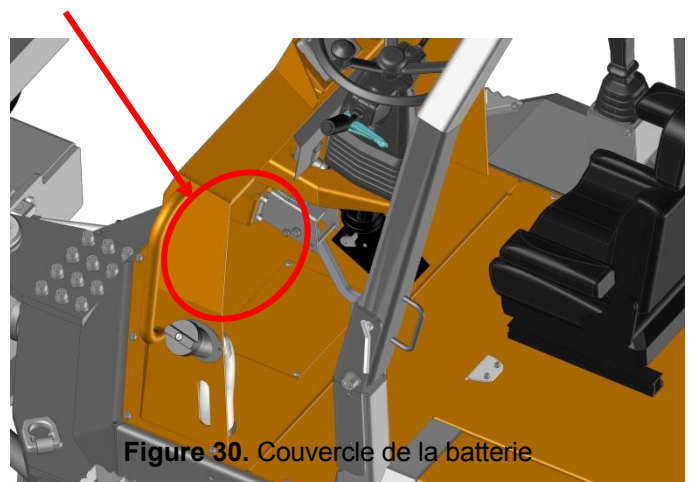

Figure 30. Couvercle de la batterie
b. Accès à la batterie : pour accéder à la batterie du véhicule, utilisez la clé Allen n° 5 pour retirer le cache illustré à la figure 30.